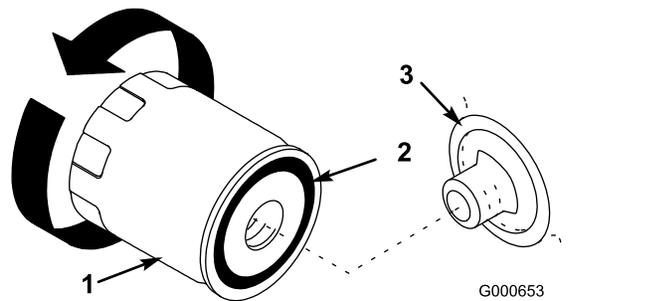

図 31
8. オイルフィルタを外し、フィルタのアダプタガスケットの表面をきれいに拭く**図 31**。
11. フィルタのガスケットにきれいなオイルを薄く塗る**図 31**。
12. アダプタに新しいフィルタを取り付ける。ガスケットがアダプタに当たるまで手でねじ込み、そこから更に 1/2 回転増し締めする**図 31**。